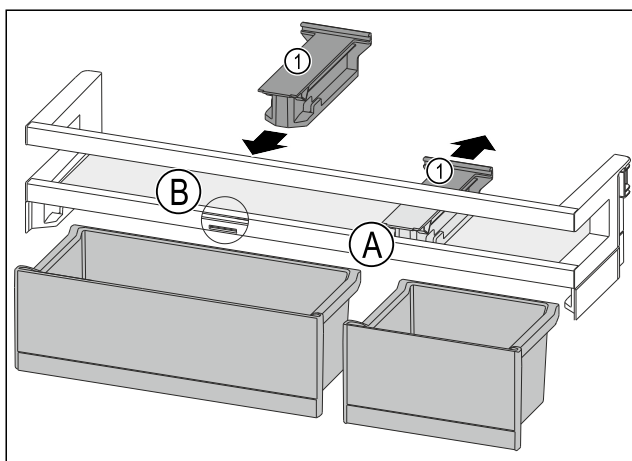

Fig. 116
- ▶ Držalni del Fig. 116 (1) odstranite nazaj v položaj Fig. 116 (A).
- ▶ Držalni del Fig. 116 (1) vstavite v položaj Fig. 116 (B).